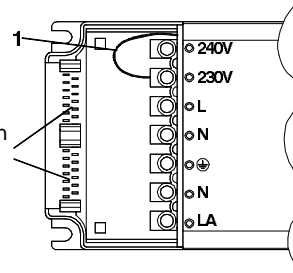

Bild: 2
Die Versorgungseinheit ist bei Standardgeräten (230-240V) für 230V/50Hz Netzspannung vorverdrahtet. Bei 230-250V Typen ist 250V/50Hz vorverdrahtet. Änderung auf andere Netzspannung (siehe Geräteaufdruck) kann intern vorgenommen werden (s. Bild 2).
Zuerst Netzspannungswahl treffen. Leiter (1) auf gewünschten Netzspannungsanschluß umklemmen (siehe Bild 2). Nach dem Anschließen der Leitungen an den Klemmen (3) müssen beide Drücker der Zulentlastung (4) in die Führung (5) eingesetzt und bis zur vollen Wirkung niedergedrückt werden. Danach den Deckel (2) bis zum Einrasten montieren (siehe Bild 1).